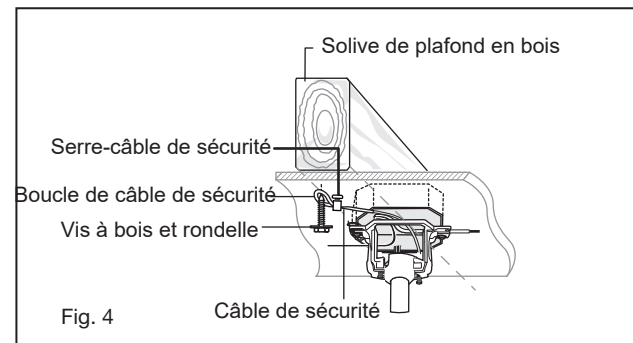

Fig. 4
NOTE : La languette opposée à l'ouverture du support de suspension doit s'insérer dans la fente de la boule. (Fig. 4)
- 2 Connectez les fils conducteurs noirs de l'interrupteur du berceau A aux fils noirs du boîtier de l'interrupteur. Fil d'entrée sous tension vers l'un des fils de l'interrupteur du socle. Le fil d'alimentation du ventilateur est connecté au fil restant de l'interrupteur. (Fig. 4)